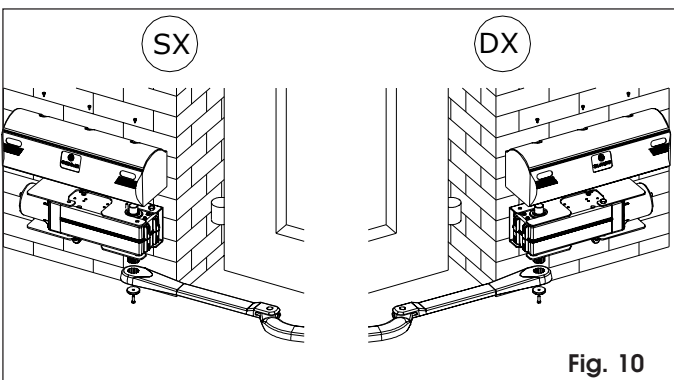

Fig. 10
- Inserire la leva dritta del braccio snodato nell'albero del motoriduttore e serrarla con la vite e la rondella in dotazione (fig. 10).
- Applicare il carter di protezione sull'operatore (fig. 10).
- Fit the straight lever of the articulated arm on the gearmotor shaft and tighten it with the supplied screw and washer (Fig. 10).
- Fit the guards on the operator (Fig. 10).